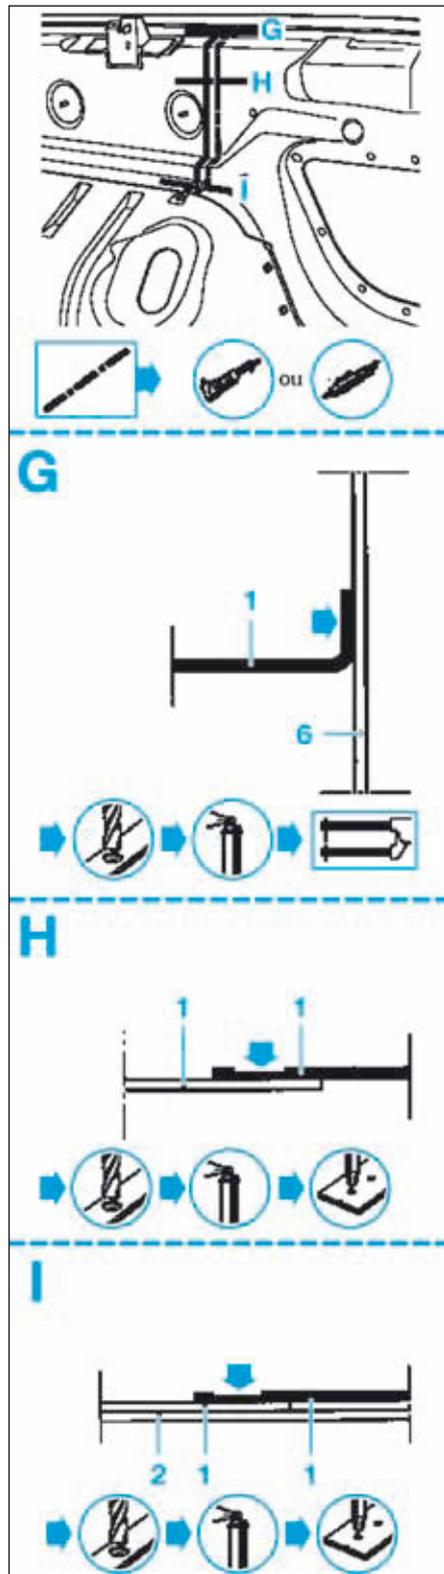

FIG.12
- Dépointer et fraiser comme illustré (Fig.11) et (Fig.12).
- Percer avec un foret pour un soudage ultérieur par points (Fig.11) et (Fig.12).
- Souder par points (Fig.11) et (Fig.12) :